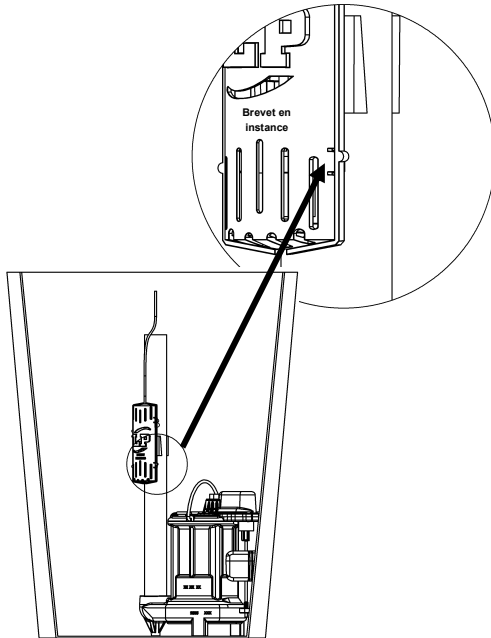

Figure 5
Le commutateur est un module autonome. Le flotteur interne peut être invisible à partir de l'extérieur du boîtier de l'interrupteur. L'interrupteur doit être disposé de manière à ce que le point d'activation (**figure 5**) soit légèrement au-dessus du point d'activation de la pompe.
- 2) Lorsque le niveau d'eau atteint la marque inférieure située sur le côté du boîtier du flotteur, l'alarme se met en marche. (**Figure 5**)